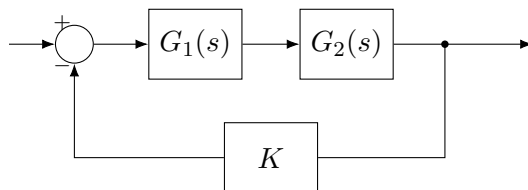

図 2
- (1) 図 2 のシステムについて、一巡伝達関数のゲインと位相を求めよ。ここで、 $K_1 = 2$ とし、フィードバックゲインは $K = 1$ とする。加えて、フィードバックシステムに単位ステップ入力を与えた時の応答を求めよ。
- (2) 一巡伝達関数のゲイン線図を漸近線で描け. 折れ点等の特徴点を明示し, 解答用紙内の縦軸・横軸の目盛には適宜数値を記入すること.
- (3) フィードバックゲイン K を調整し, $\omega = 0.01$ 近傍のゲインをおおよそ 0 dB としたい. このときに必要なフィードバックゲイン K の値を求めよ.
- (4) 次に, 問い (3) で求めたフィードバックゲイン K を用いて, $G_2(s) = \frac{1}{0.2s + 1}$ にした場合を考える. まず, 一巡伝達関数のゲイン線図を問い (2) で描いたゲイン線図上に破線で描き, 単位ステップ入力を与えた時の応答を求めよ. 次に, 問い (2) と (3) で得られたゲイン線図や応答と比較し, 2 つのシステムの違いについて具体的に考察せよ.